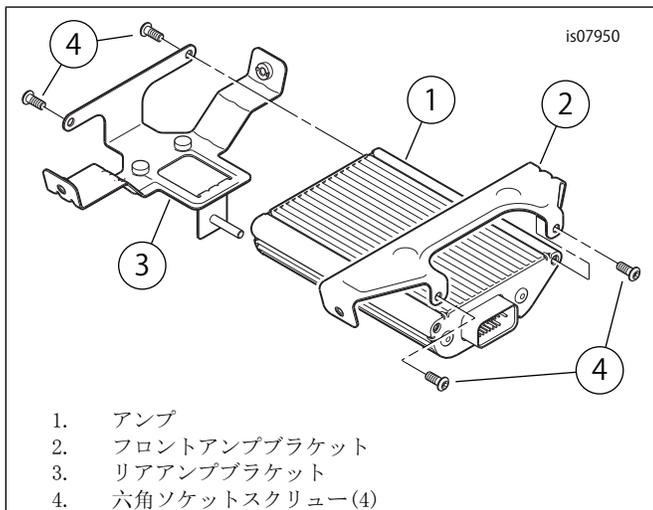

図2。アンプマウントブラケットの取り付け
2. 図2を参照してください。アンプブラケットをアンプ(1)に取り付けます。スクリューを9-12 N·m (7-9 ft-lbs)のトルク値で締め付けます。